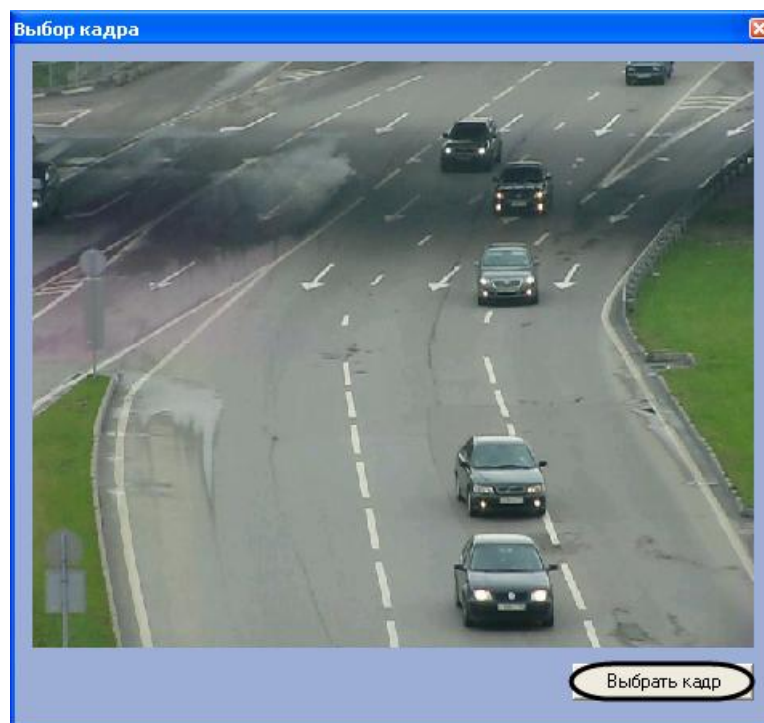

Рис. 7.6—4. Выбор кадра для настройки зоны детектирования
4. Для выбора кадра видеозображения нажать кнопку «Выбрать кадр» (см. Рис. 7.6—4)